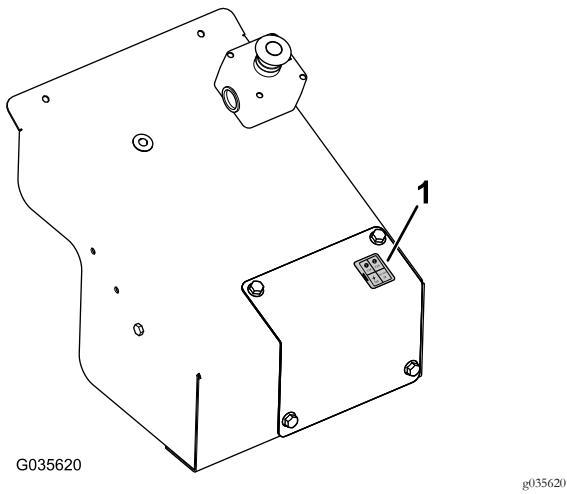

Figura 22
- Coloque o autocolante de fusíveis na cobertura da anulação manual (Figura 22).